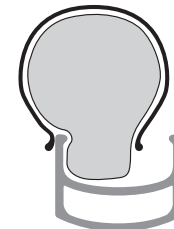

Abb. 15. Den ersten Wulst zur Seite drücken und den Schlauch einsetzen.
5. Ziehen Sie den Reifen und Schlauch auf die Felge, bis der Schlauch sich innerhalb der Felge befindet (Abb. 15).